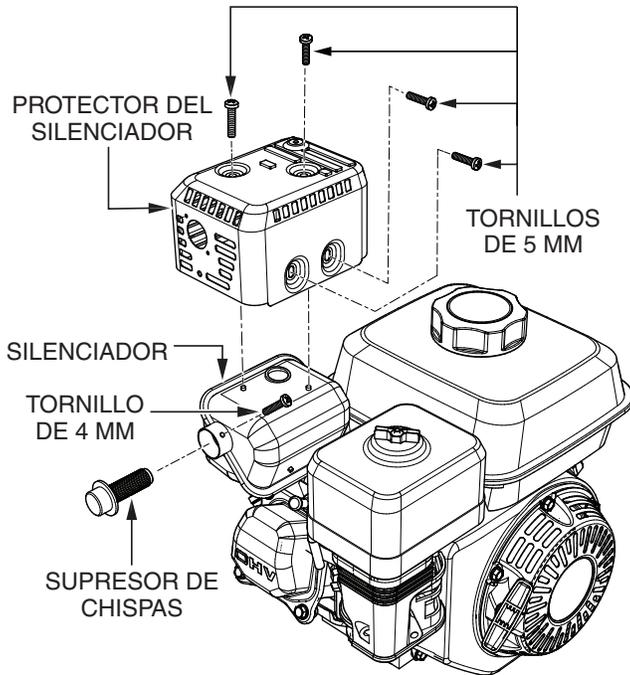

Figura 41. Desmontaje del supresor de chispas
1. Retire y guarde los cuatro tornillos de 5 mm que sujetan el protector del silenciador al silenciador (Figura 41). Retire el protector del silenciador y póngalo a un lado.
2. Afloje y conserve el tornillo de 4 mm que fija el supresor de chispas al silenciador y retire el supresor de chispas (Figura 41).